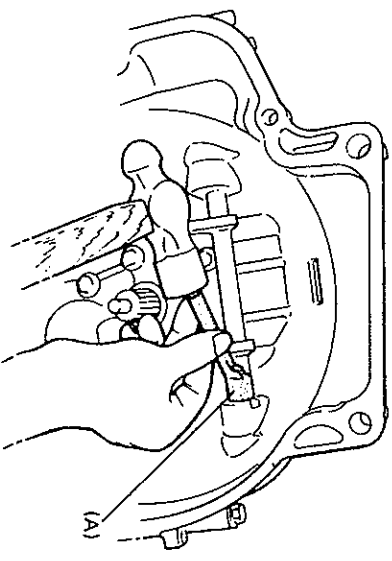

Fig. 13-5-2
- 3) Desmontar totalmente el muelle del eje de desembrague. Empleando util (A) según Fig. 13-5-2, golpear en el extremo del mismo una vez posicionado para extraer el casquillo y el tapón. Extractor del casquillo de desembrague (A) (09925—48210).